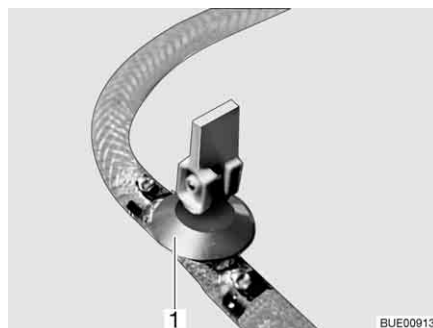

Bild 143 Avtappningskran
- Stäng avtappningskranen/avtappningskranarna. Ställ vipparmen (Bild 143,1) i vågrätt läge.
- Öppna avtappningskranen/avtappningskranarna (Bild 143). Ställ vipparmen (Bild 143,1) i lodrätt läge. Varmvattenberedaren töms utåt.